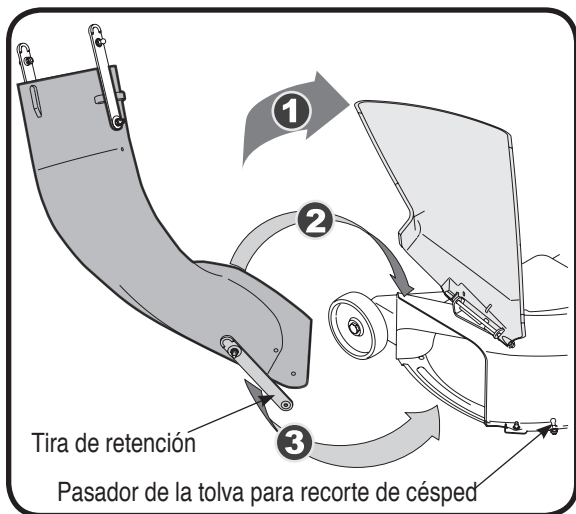

Figura 24
4. Empuje hacia abajo sobre el canal de descarga de modo que el borde inferior delantero se enrolle alrededor de la parte inferior de la plataforma, luego deslice el canal hacia adelante hacia el tope en la plataforma. Vea la Figura 24.
5. Trabe el canal de descarga en posición engançando la tira de retención por encima del pasador de la tolva para recorte de césped de la plataforma. Vea la Figura 24.